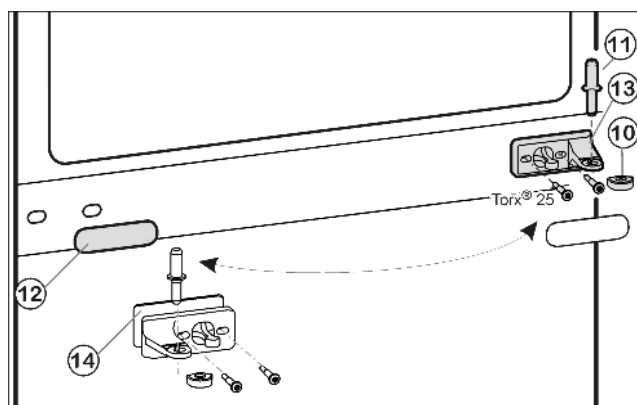
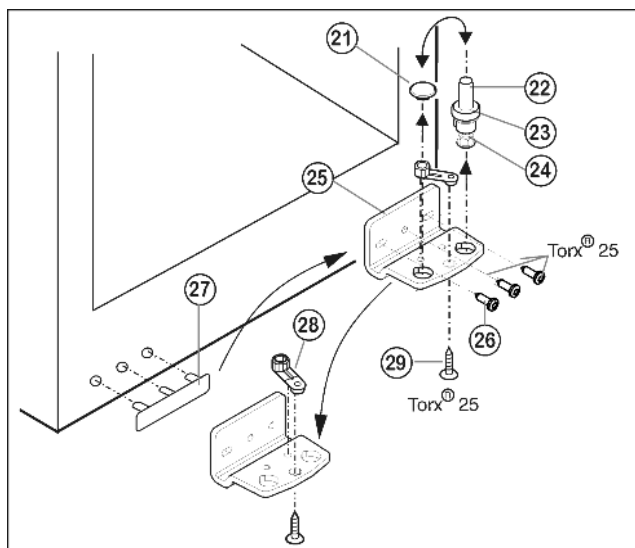

Fig. 5
Fig. 6
- ▶ Вытащите из опорного кронштейна и нижней дверцы средний опорный винт Fig. 5 (11).
- ▶ Снимите пластмассовый колпачок Fig. 5 (10).
- ▶ Открутите средний опорный кронштейн Fig. 5 (13) (2 шт. Torx® 25).
- Осторожно снимите накладку Fig. 5 (12).
- Прикрутите средний опорный кронштейн Fig. 5 (13) с подкладкой Fig. 5 (14) с поворотом на 180° на новую сторону шарнира (с моментом 4 Нм).
- Защёлкните накладку Fig. 5 (12), повернув на 180°, на стороне, где теперь будет ручка.
- Извлеките опорный винт Fig. 6 (22) в комплекте с шайбой Fig. 6 (23) и регулируемой опорой Fig. 6 (24), вытягивая его вверх.
- Снимите пробку Fig. 6 (21).
- Открутите Fig. 6 (26) опорный кронштейн Fig. 6 (25).
- Открутите Fig. 6 (29) опорную деталь Fig. 6 (28) и, переставив в отверстие на противоположной стороне опорного кронштейна, снова прикрутите.
- Осторожно снимите и переставьте на противоположную сторону крышку со стороны ручки Fig. 6 (27).
- Снова прикрутите опорный кронштейн Fig. 6 (25) на новой стороне шарнира (с моментом 4 Нм). При необходимости используйте аккумуляторный шурупверт.
- Переставьте пробку Fig. 6 (21) в свободное отверстие.
- Вновь установите опорный винт Fig. 6 (22) в комплекте с шайбой и регулируемой опорой. При этом фиксатор должен быть направлен назад.
- Установите нижнюю дверцу сверху на нижний опорный винт Fig. 6 (22).
- Снова наденьте пластмассовый колпачок Fig. 5 (10) на средний опорный кронштейн Fig. 5 (13).
- Вставьте средний опорный винт Fig. 5 (11) на новой стороне шарнира через средний опорный кронштейн Fig. 5 (13) в нижнюю дверцу.
- Установите верхнюю дверцу на средний опорный винт Fig. 5 (11).
- При необходимости выровняйте дверцы через два продольных паза в нижнем опорном кронштейне Fig. 6 (25) и среднем опорном кронштейне Fig. 5 (13) параллельно корпусу устройства. Для этого выкрутите средний винт на нижнем опорном кронштейне Fig. 6 (25).